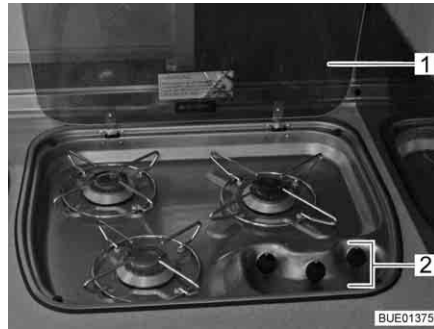

Bild 210 Gaskocher
- Gaskocher-Abdeckung (Bild 210,1) öffnen.
- Drehregler (Bild 210,2) der gewünschten Brennstelle auf Zündposition (große Flamme) drehen.